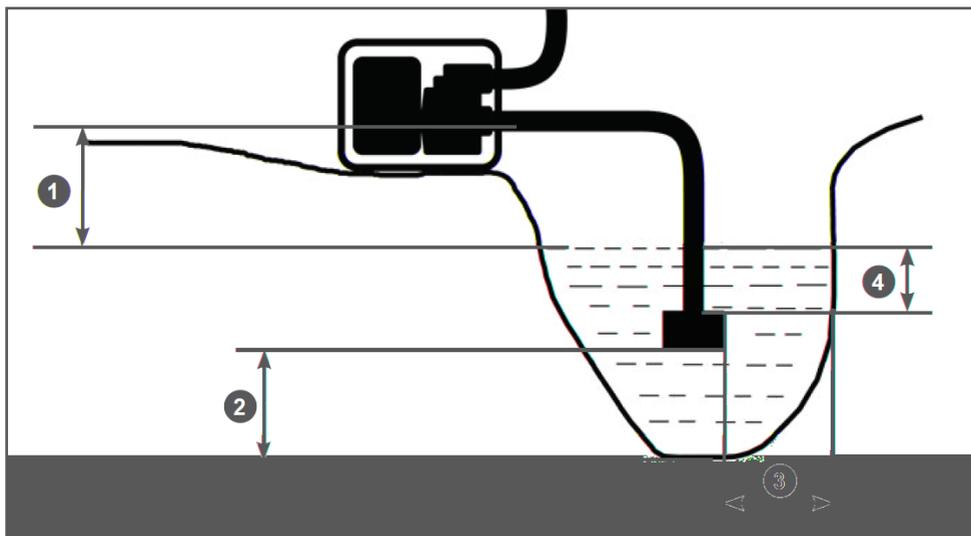

Рис. 7 Расположение мотопомпы и всасывающего фильтра
1. Установите мотопомпу вблизи водоема (емкости) на твердую ровную горизонтальную поверхность, опустите всасывающий рукав с установленным фильтром в водоем (емкость), обеспечив вертикальное положение фильтра. При расположении всасывающего рукава с установленным фильтром соблюдайте все требования, указанные на Рис. 7.
мотопомпы по отношению к уровню забора воды (Рис. 7 п. 1), тем быстрее происходит всасывание воды и выше производительность насоса.